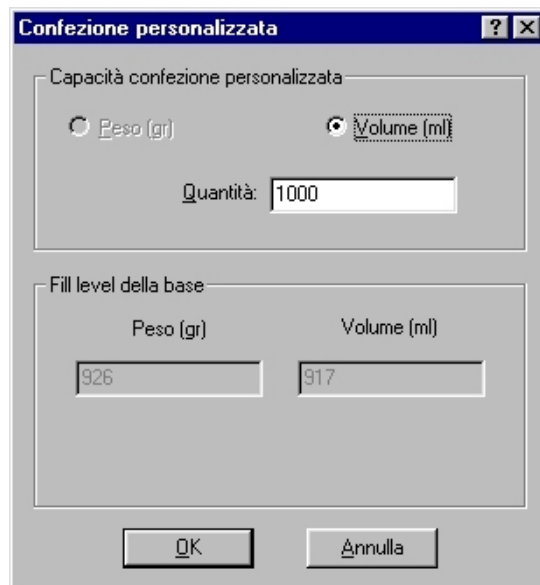

Figura 6
- nella finestra di dialogo che appare (Figura 6) digitare con la tastiera la capacità della confezione;